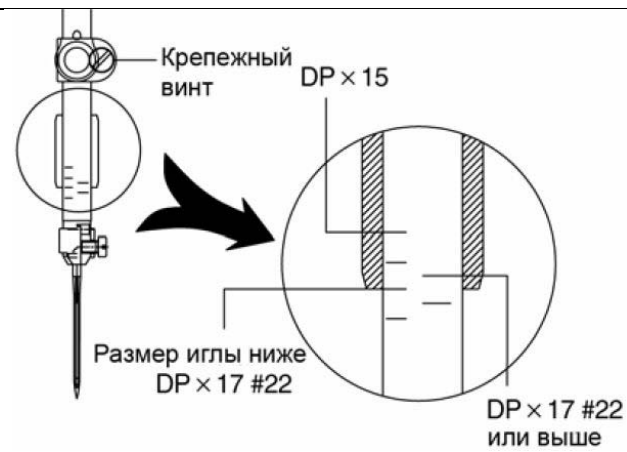

Рисунок 19 – Регулировка иглы по высоте
*Регулировка иглы по высоте* (рисунок 19). Игловодитель установить в крайнее нижнее положение. Ослабить винт на поводке игловодителя. Определить верхнюю метку на игловодителе в зависимости от номера используемой иглы. Перемещая игловодитель вверх-вниз, совместить эту метку с нижней частью втулки игловодителя. Затянуть винт на поводке.